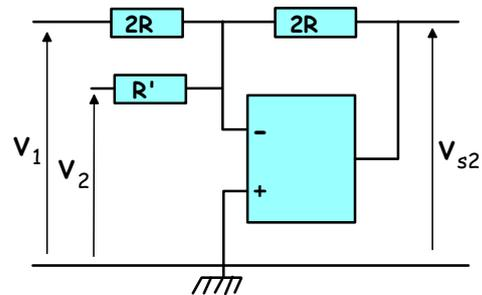

Fig 2
B) On considère le montage de la figure 2, où l'A.O.P est idéal. Calculer l'expression littérale du gain en tension $AV_2 = V_{s2}/V_e$ en fonction des éléments du circuit.